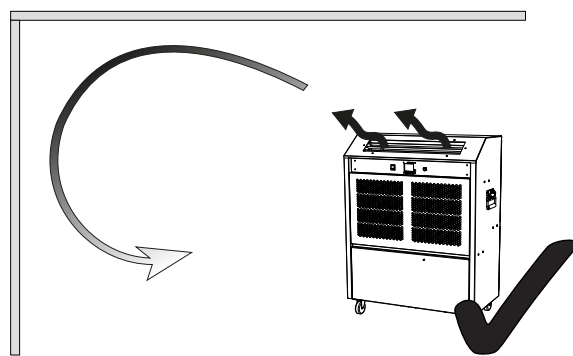

Fig. 5
**Fig. 5:** Die Luft sollte so geleitet werden, dass eine "Decke" aus kalter Luft unter der Decke entsteht, so dass die natürliche Konvektion die Luft mit sehr geringer Geschwindigkeit über den gesamten Bereich nach unten sinken lässt.